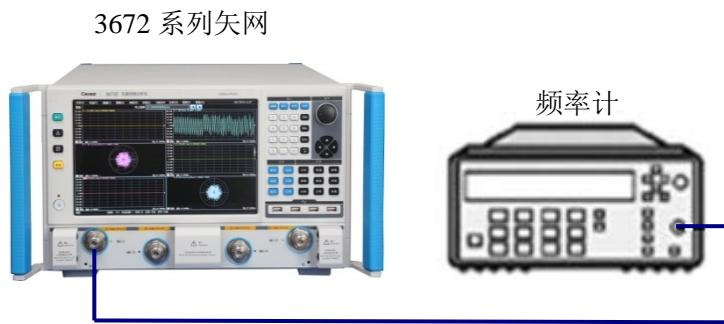

图 11.1 频率准确度测试框图
- 1) 如图 11.1 所示连接系统, 预热 60 分钟以上;